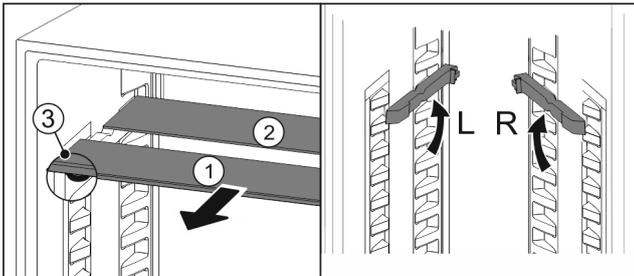

Fig. 27
- ▶ Sortir les tablettes par l'avant Fig. 27 (1).
- ▷ La tablette en verre Fig. 27 (1) avec bordure décorative est située à l'avant.
- ▷ Les butées Fig. 27 (3) sont orientées vers le bas.